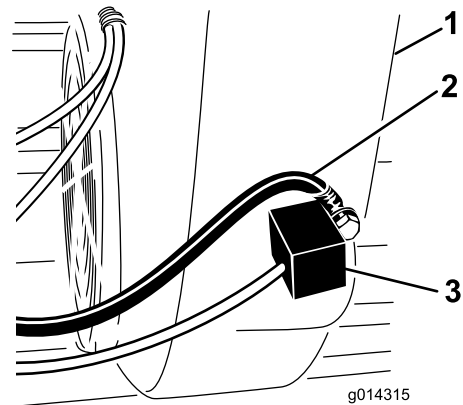

Figura 5
6. Localize o módulo de ignição do motor no lado inferior e cobertura do motor (Figura 5).